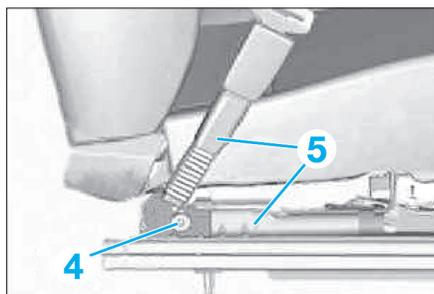

Fig. 29
- Sur le côté du siège, déposer la vis (4) (Fig.29).
- Déposer le prétensionneur avant de ceinture (5).